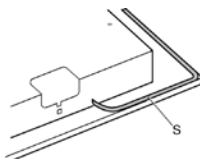

Fig.5
- Gerät umdrehen und die Dichtung S längs dem Außenrand auslegen (Abb. 5).